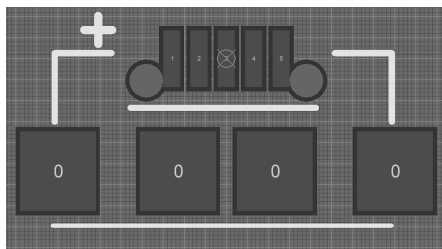

图 9-5-14 绘制丝印标注
⑤ 添加丝印层标注，将当前工作层设置为 Top Overlay，通过画线工具画出如图 9-5-14 所示的丝印标注。